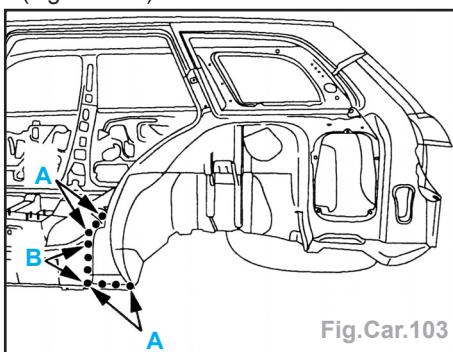

Fig.Car.103
- Souder par points électriques suivant A (avec l'équipement AA1), meuler les points (Fig.Car.103).